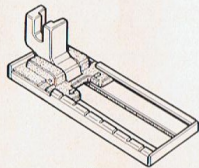

Abb. 23
Knopflochfuß (Abb. 23) einsetzen. Stichlängeneinstellknopf (16) auf Knopflochmotiv stellen. Sticheinstellknopf auf Motiv  (1) stellen. Erste Raupe in gewünschter Länge nähen. Sticheinstellknopf auf Motiv  (2) stellen. Riegel mit 4-5 Stichen nähen. Sticheinstellknopf auf Motiv  (3) stellen. Zweite Raupe nähen. Sticheinstellknopf auf Motiv  (4) stellen. 2. Riegel mit 4-5 Stichen nähen.